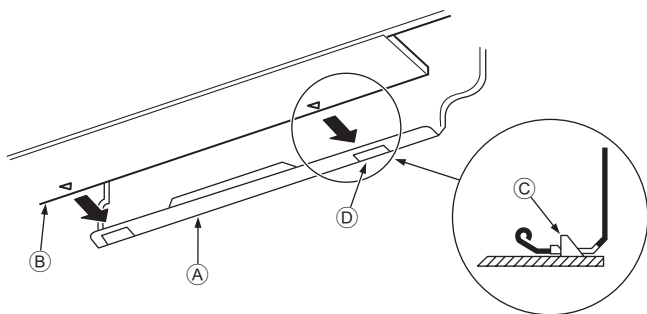

Fig. 3-10
3. 在将制冷剂管和排水管插入墙壁通孔(通管)的同时，将室内机组的上部挂到安装板①上。
5. 将室内机组的下部压到安装板①上以挂牢。(Fig. 3-10)
- \* 检查确认室内机组底部的突块牢固勾入安装板①。